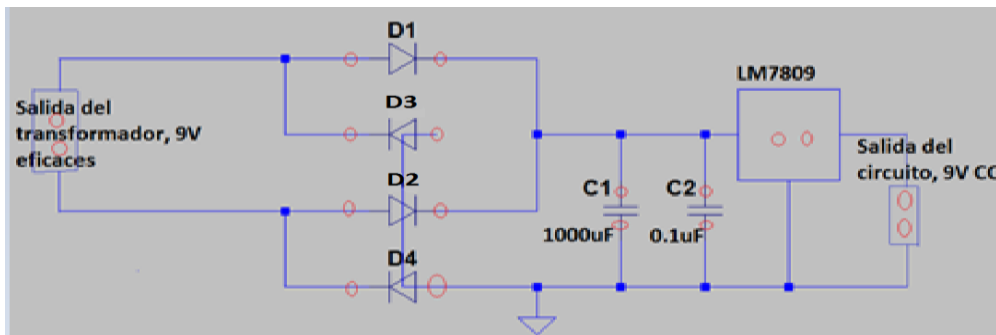

Imagen 1.9
Paso 1: Primero esquematzamos como sería nuestro circuito en la placa (*Imagen 1.9*).